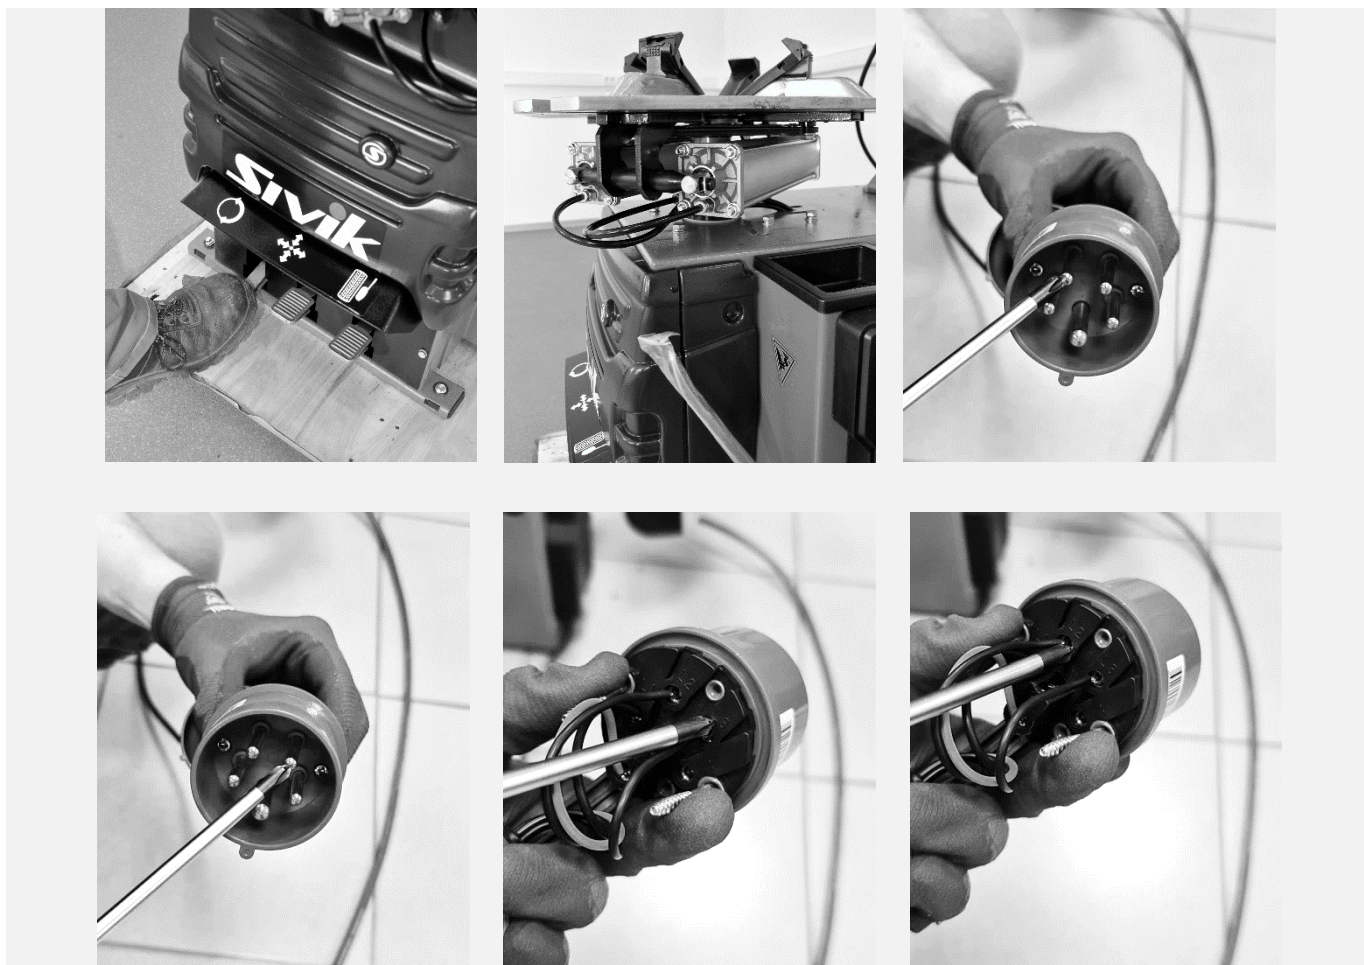

Рисунок 21
8.2.2 Нажать педаль вращения стола и убедиться, что поворотный стол станка вращается по часовой стрелке. Если поворотный стол вращается в обратную сторону, то необходимо поменять местами два любых фазных провода в электрической вилке (см. Рисунок 21).